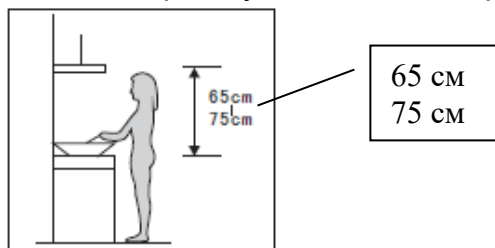

Рис.1
2. Для досягнення найкращого ефекту витяжка повинна бути розміщена на відстані 65~75 см над поверхнею для приготування їжі. Див. рис. 1.